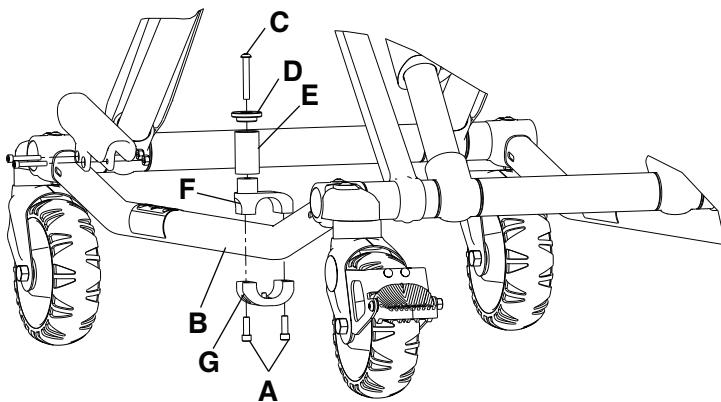

Figure 14 – Remplacement du montant de retenue de la civière
3. À l'aide d'une clé Torx T30, retirer les deux vis d'assemblage à six pans creux (A) qui fixent le montant de retenue de la civière au tube du châssis (B) (Figure 14). Mettre de côté les vis et le montant de retenue de la civière.
4. Insérer la vis d'assemblage à tête ronde (C) dans le capuchon du montant de retenue (D) et le tube du montant (E), puis dans le support pour broche supérieur (F) (Figure 14).
5. À l'aide d'une clé à 6 pans de 5/32 po, serrer la vis d'assemblage à tête ronde (C) pour fixer le capuchon du montant de retenue (D) et le tube du montant (E) au support de broche supérieur (F) (Figure 14). À l'aide d'une clé dynamométrique, serrer la vis à un couple 100-140 po-lb.
6. Monter le montant de retenue de la civière sur le tube du châssis. Aligner les trous des supports et insérer deux vis d'assemblage à six pans creux (A) dans les trous filetés du support pour broche du bas (G) (Figure 14).